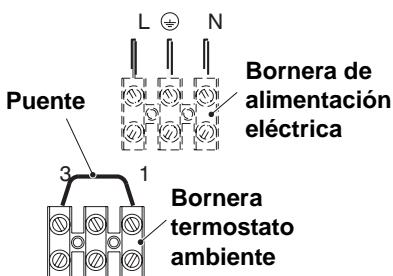

Fig. 5.27 Puente
**El puente eléctrico, conectado en el tablero de bornes del termostato de ambiente, entre los bornes "1 y 3" no debe eliminarse, Fig. 5.27**